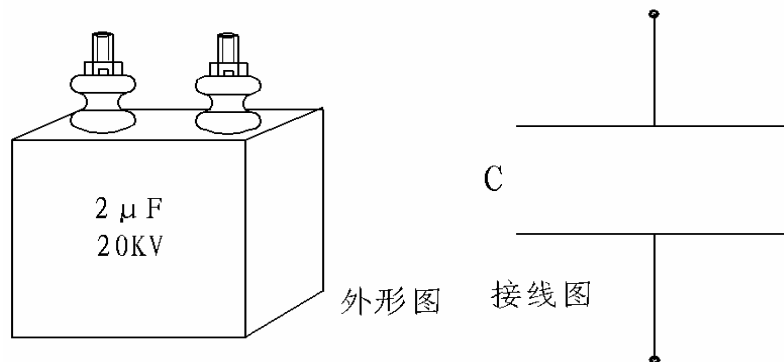

图 2.10 高压脉冲电容器示意图
6.高压脉冲电容器（选配件）：高压测试时, 对于高压电缆推荐使用耐压 20—40KV, 容量 1.5—2 μ F 电容, 对低压电缆测试, 可使用耐压大于 10KV、容量 6—8 μ F 高压脉冲电容器。2 μ F/20KV CHM 型高压脉冲电容器外形图和接线图如图 2.10 所示: